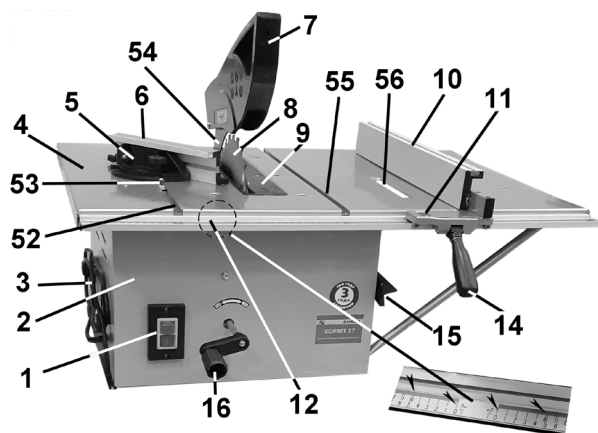

Рис. 6
9. УСТАНОВКА ОБОРУДОВАНИЯ ПИЛЬНОГО СТАНКА, Рис. 6
10.1. Для переоборудования станка для токарных операций необходимо с рабочего стола (4) демонтировать защитные кожухи (7) и вставку стола (9), Рис. 6. Вращением ручки (16) против часовой стрелки опустите пильный диск (8). Снимите параллельный упор (10) и упор для косо́го и поперечного пиления (5).